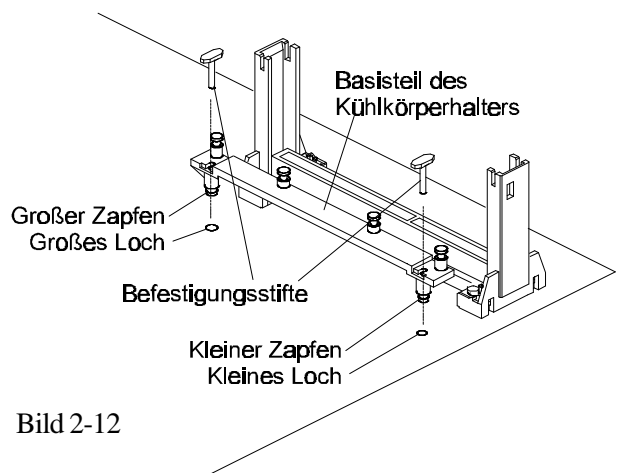

Bild 2-12
1. Zuerst müssen die beiden Befestigungslöcher für den Kühlkörperhalter auf dem HOT-661/P Mainboard gefunden werden. Man beachte, daß ein Loch größer ist als das andere. (siehe Bild 2-12)
2. An dem Basisteil des Kühlkörperhalters befinden sich zwei Kunststoff-Zapfen. Das Basisteil muß so auf dem Mainboard aufgesetzt werden, daß der große Zapfen durch das große Befestigungsloch geführt wird, und der kleine Zapfen durch das kleine Loch. (siehe Bild 2-12)
3. Das Basisteil wird auf dem Mainboard fixiert, indem die Befestigungs-Stifte von oben in die Kunststoff-Zapfen des Basisteils gepreßt werden. (siehe Bild 2-12).